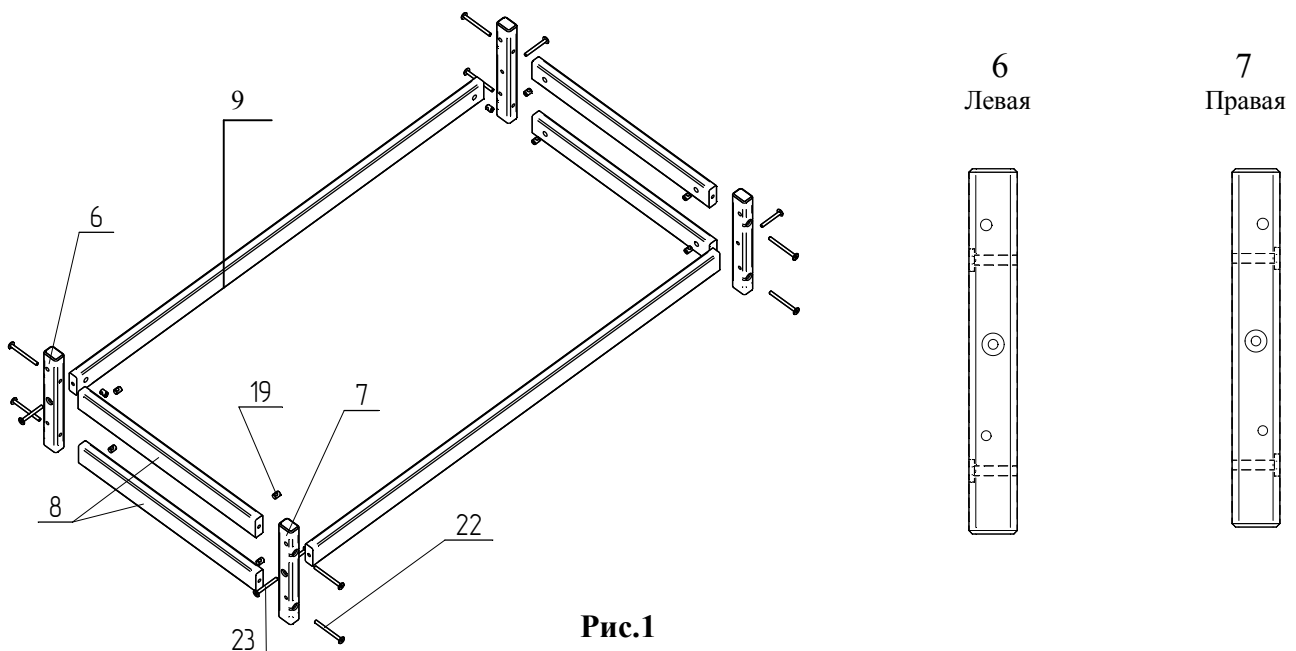

Рис.1
- Сборка основания (рис. 1).** Собрать рамку: распорки(8)установить между правой ножкой основания (7) и левой ножкой основания (6) и закрепить на винт(22) и гайку-бочонок(19).Аналогично собрать вторую рамку.Рамки скрепить между собой царгами(9) на винт(23) и гайку-бочонок(19),согласно рисунка 1.